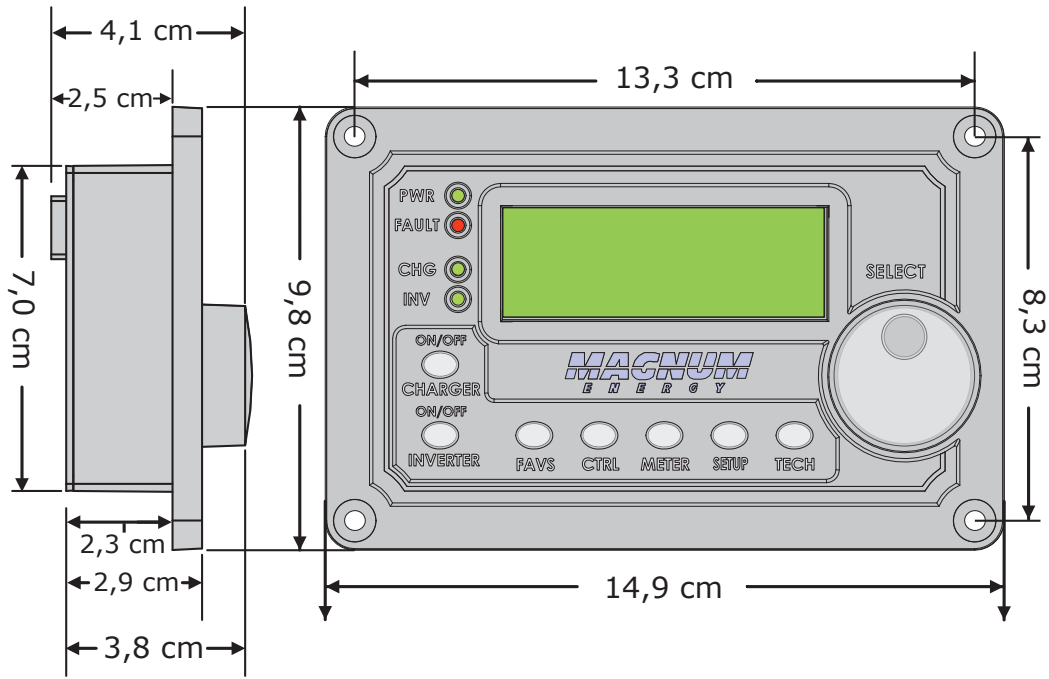

Ilustración 2-3, Dimensiones del Control Remoto ME-ARC
2. Taladre cuatro agujeros guía para los tornillos #8-32 que fijarán el control remoto a la pared (consulte la Ilustración 2-3 para las ubicaciones y las dimensiones de los orificios).